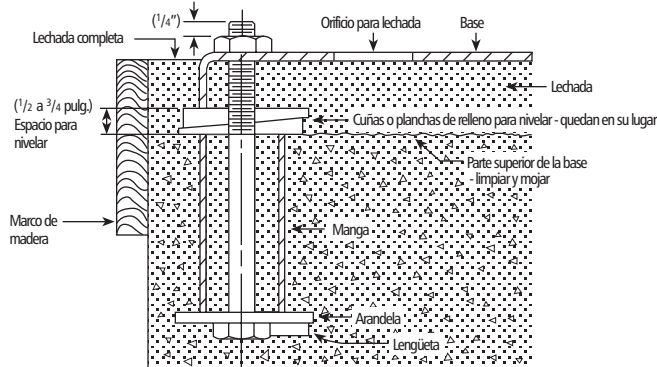

Figura 1
- Se recomienda enlechar la placa de base a un cemento con zapata sólida. Consulte la figura 1.